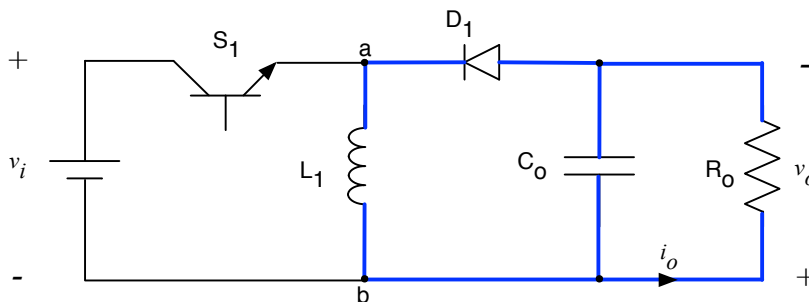

Figura 19 – Segunda etapa de operação do conversor Buck-Boost.
- Segunda etapa ($D \cdot T_s$ até T_s) - o interruptor S_1 está bloqueado, isto é, aberto e o diodo D_1 está conduzindo. A tensão após o interruptor (v_{ab}) é igual a tensão de saída invertida ($-v_o$). A corrente no indutor L_1 decresce, ou seja, a energia armazenada no mesmo é transferida para a saída (C_o e R_o). Esta etapa é mostrada na Figura 19.